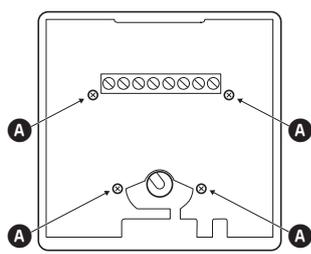

Fig. 2 Parte trasera con placa de circuito
- 1 Desenrosque los 4 tornillos **A** que sujetan la placa de circuito en la parte trasera del dispositivo. (Fig. 2)
- 6 Coloque la placa de circuito en posición en la cubierta y apriete los 4 tornillos. (Fig. 2)